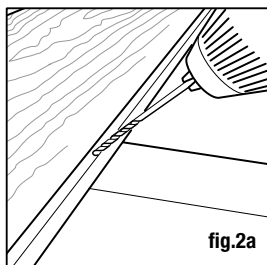

fig.2a
- Pour éviter que l'intérieur du platelage ne se déplace avec le temps, fixez-le au centre de sa longueur à l'aide d'une vis en acier inoxydable n° 8 de 2 po. Cela maintient le platelage en son centre et permet sa dilatation ou sa contraction aux extrémités. Prépercez la rainure du platelage avec une mèche de 3/16 po (fig. 2a). Enfoncez la vis dans la rainure de manière qu'elle en effleure le fond (fig. 2 b). Cela vous permettra d'insérer correctement l'attache dissimulée Stowaway dans la rainure.